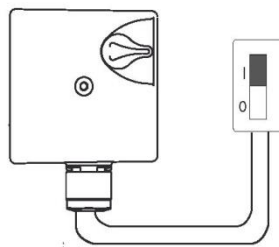

Fig. 6
- відкрутити випускні заглушки та повернути вал насоса за допомогою викрутки (**рис. 6**);
Швидкість встановлюється у такий спосіб (Рис.6):